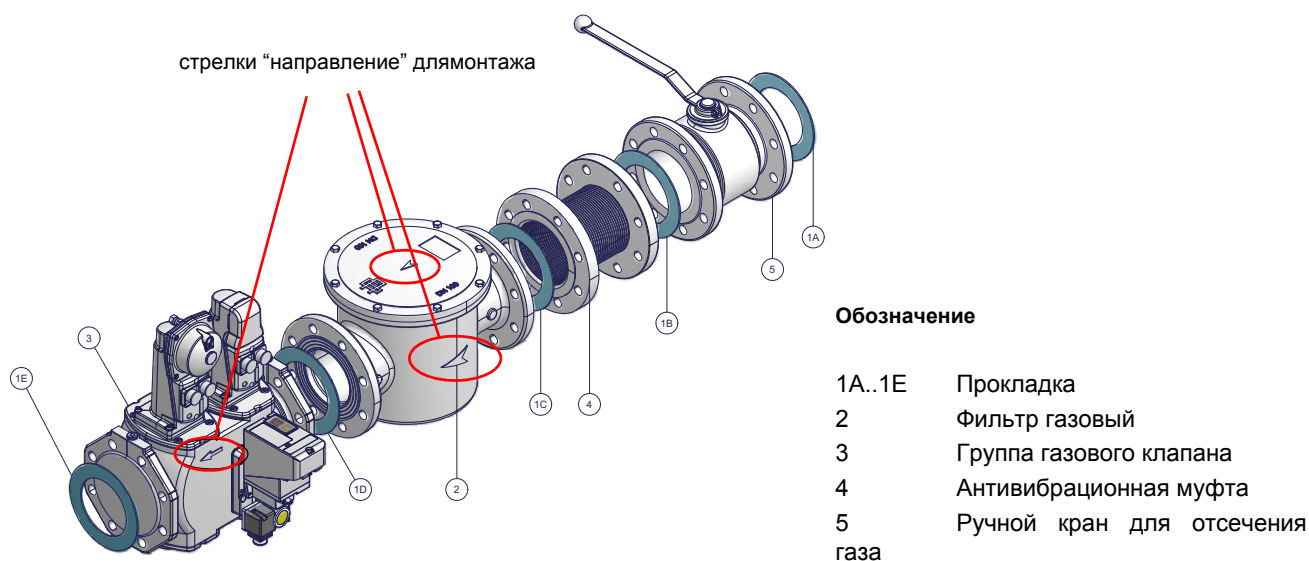

Рис. 6 - Пример газовой рампы
- а) при резьбовых соединениях: использовать соответствующую оснастку, подходящую для применяемого типа газа, б) при фланцевых соединениях: между соседними компонентами устанавливать прокладку (1A..1E - Рис. 6), совместимую с используемым газом,
ВНИМАНИЕ: после монтажа газовой рампы согласно схеме на Рис. 6, необходимо провести тестирование на герметичность газового контура, согласно требований действующих нормативов.